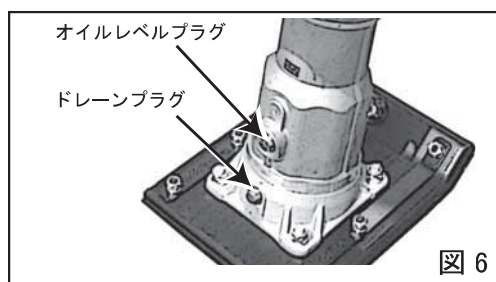

図 6
7.4 機体を水平な場所に置いて、プロテクトスリーブのオイルレベルプラグを取り外し、潤滑油が口元まで入っているかを確かめてください。潤滑油は自動車用エンジンオイルSEまたはSF級以上の10W-30を入れてください。MT-55L型は520cc入っております。オイルレベルプラグ、ドレーンプラグの締め付けトルクは $39.2 \text{ (N} \cdot \text{m)} < 400 \text{ (kgf} \cdot \text{cm)} >$ です。(図6)